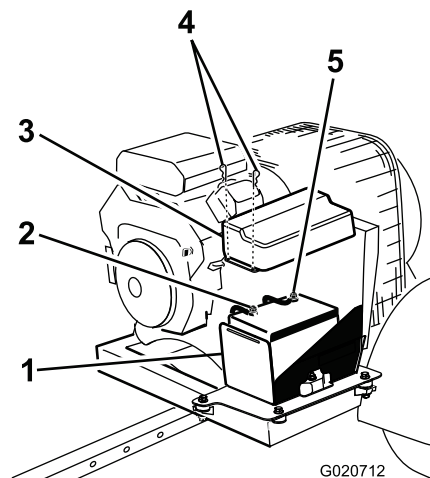

図5
2. プラス・ケーブル(赤いケーブル)をバッテリーのプラス(+)端子に取り付ける(図5)。
3. 黒いケーブル(-)をバッテリーの(-)端子に取り付ける(図5)。